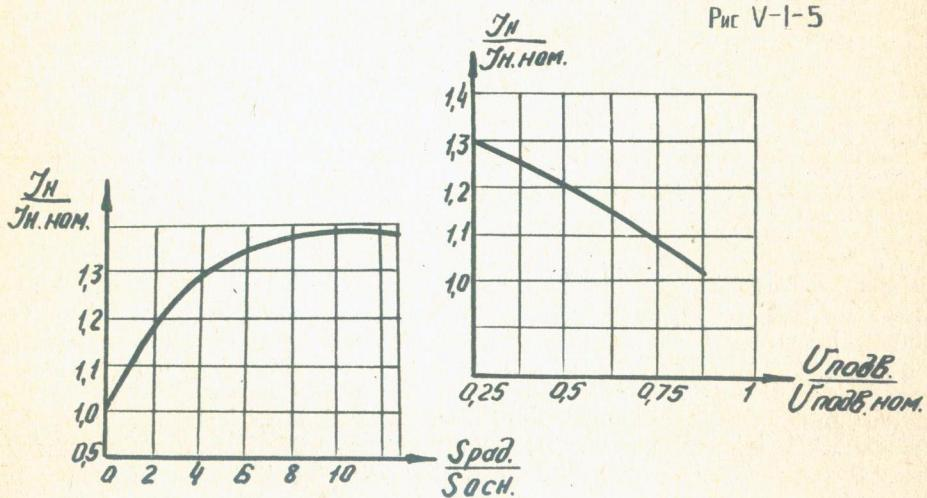

Рис. V-1-6.
4. При установке выпрямителя на радиатор выпрямленный ток можно увеличить согласно кривой рис. V-1-6.